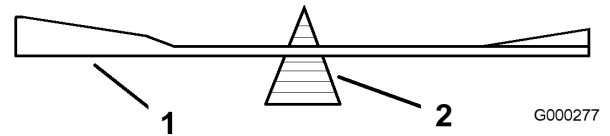

Figure 62
2. Vérifiez l'équilibre de la lame en la plaçant sur un équilibreur (Figure 62). Si la lame reste horizontale, elle est équilibrée et peut être utilisée. Si la lame est déséquilibrée, limez un peu l'extrémité de la
partie incurvée seulement (Figure 62). Répétez la procédure jusqu'à ce que la lame soit équilibrée.